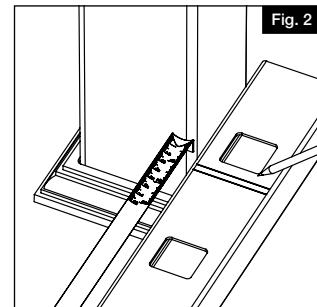

Fig. 2
- b. Faire une marque à $\frac{1}{8}$ po (3,2 mm) de l'extrémité du poteau pour prévoir l'espace nécessaire pour les supports (Fig. 2).